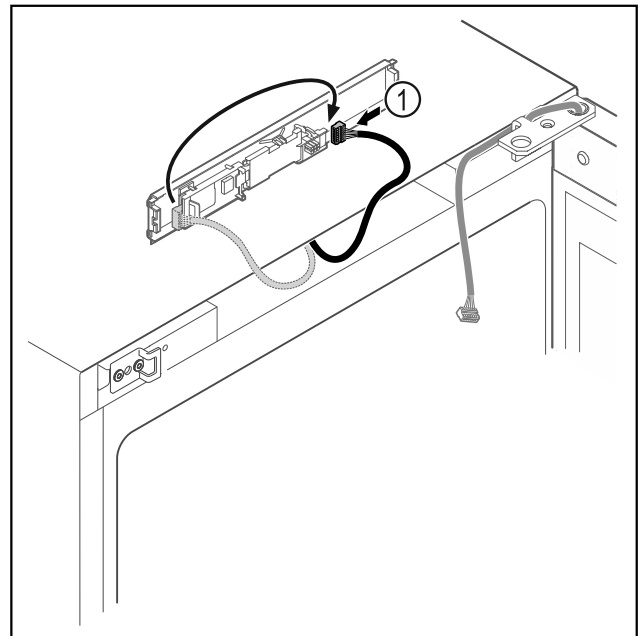

Fig. 15
- ▶ Dugja át a dugót Fig. 15 (1) a NYÁK-ba.